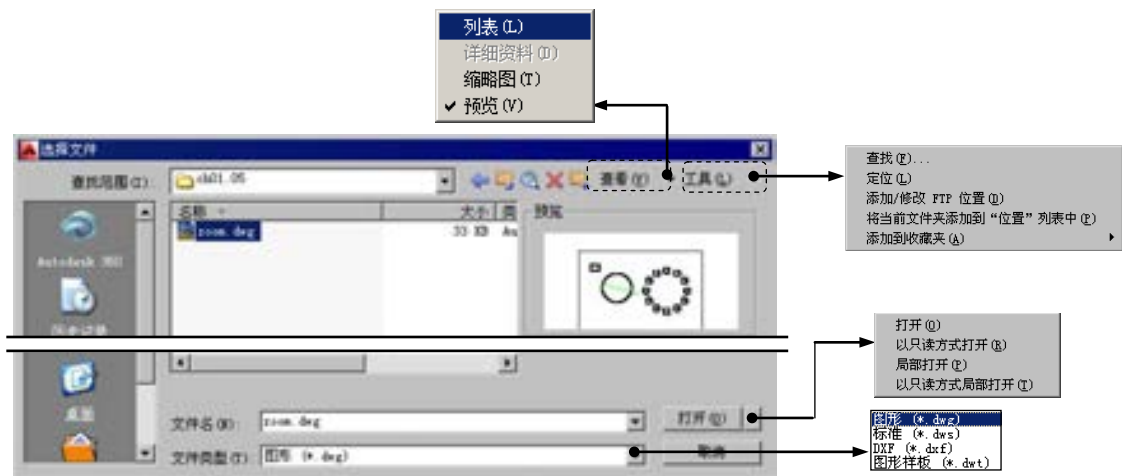

图 1.5.1 “选择文件”对话框
Step1. 选择下拉菜单 **文件(F)** → **打开(O)...** 命令，或单击“快速访问工具栏”中的“打开”按钮 ，此时系统弹出“选择文件”对话框，如图 1.5.1 所示。
Step2. 在“选择文件”对话框的文件列表中选择需要打开的图形文件，在右侧的 **预览** 区域中将显示出该图形的预览图像。在默认的情况下，打开的图形文件的类型为 dwg 类型。用户可以在图 1.5.1 所示的 **文件类型(T):** 下拉列表中选择相应类型。
Step3. 选择打开方式。用户可以在打开方式列表中选择以 **打开(O)**、**以只读方式打开(R)**、**局部打开(P)** 或 **以只读方式局部打开(L)** 四种方式打开图形文件（图 1.5.1）。当以 **打开(O)** 或 **局部打开(P)** 方式打开图形时，用户可以对图形文件进行编辑；如果以 **以只读方式打开(R)** 或 **以只读方式局部打开(L)** 方式打开图形，用户则无法对图形文件进行编辑。另外，使用 **局部打开(P)** 方式可以只打开图形文件的一个部分，它只是加载以前保存的视图以及特定图层上所包含的几何要素。例如，当打